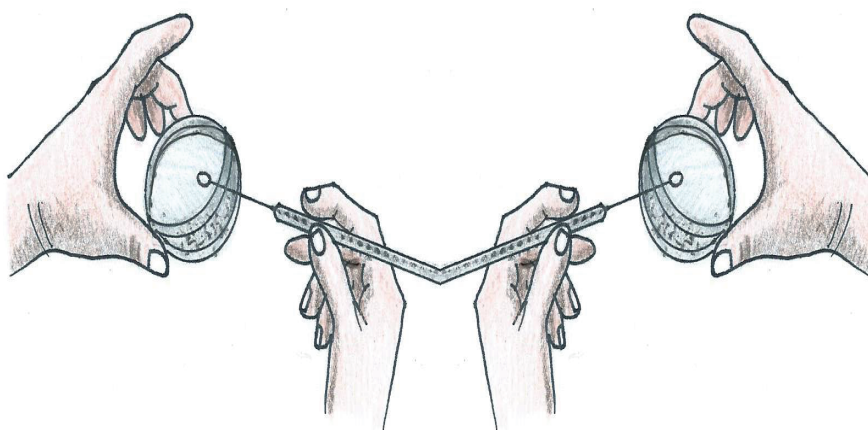

Figura 3. Manipulación de cajas de Petri con la mano derecha e izquierda.
10. Cuando se trabaja con cajas de Petri, estas se destapan manteniendo la base y la tapa simultáneamente en la mano izquierda, abriendo la caja parcialmente y cerca del mechero (Figura 3).